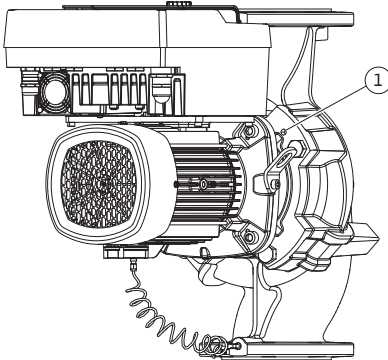
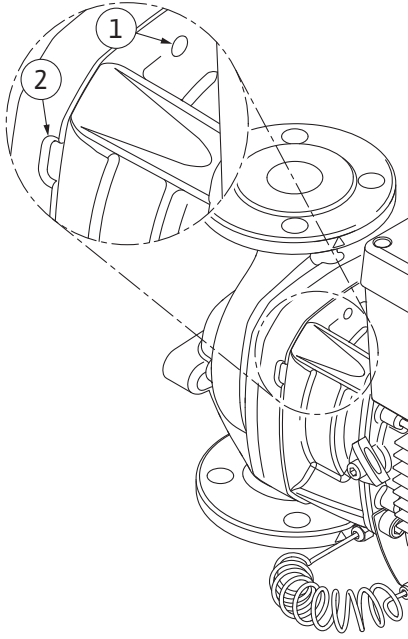

Fig. 103: Takma kitinin dişli delikleri üzerinden dışarı bastırılması
Fig. 104: Takma kitinin pompa gövdesinden dışarı itilmesi için yivli delikler ve açıklıklar
12. Pompa tipi (Fig. III, IV) için poz. 29 civatalarını çözün. Bitişik iki dişli deliği (Fig. 103, poz. 1) kullanın ve müşteri tarafından sağlanan uygun civataları kullanın (ör. M10 x 25 mm). Takma kitini pompa gövdesinden ayırın. Pompa tipi (Fig. I ve Fig. II) için iki M10 dişli deliği kullanın (bkz. Fig. 104) ve müşteri tarafından sağlanan uygun civataları (ör. M10 x 20 mm) kullanın. Bastırma için kızaklar da (Fig. 104, poz. 2) kullanılabilir. Bu işlem için ör. iki tornavidayı kaldıraç olarak kullanın. Yaklaşık 15 mm bastırma mesafesinden sonra takma kiti artık pompa gövdesine ilerletilemez.